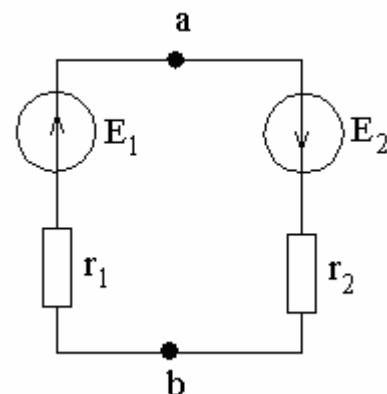

Рис. 33
2. Определить напряжение между точками а и b (рис. 33), если $E_1=40$ В, $E_2=10$ В, $r_1=5$ Ом, $r_2=5$ Ом.